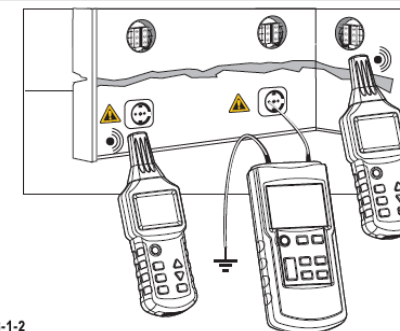

Fig. 3-1-2
- Připojte vysílač k fázi a ochranný zemnicí kabel podle Fig. 3-1-2.